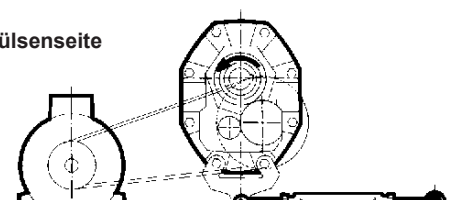

Abb. 5b
- im Bereich B für Drehrichtung entgegen dem Uhrzeigersinn (Abb. 5b).